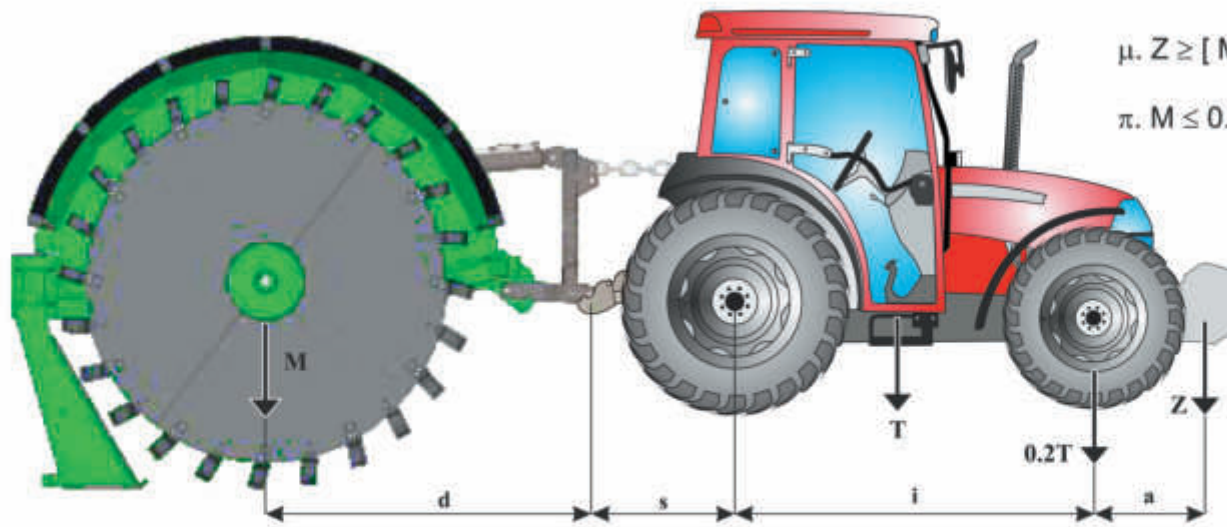

Fig.10
2. Mediante la formula μ di fig.10, calcolare la zavorra che potrebbe essere necessario applicare per garantire la stabilità del complesso trattore - SV -. Qualora l'attrezzatura venga montata su trattori agricoli omologati prima del 6 Maggio 1997, occorre che sia verificata anche la relazione in π di fig.10.
2. Using the μ formula in fig.10 calculate the that may be necessary to guarantee stability of the - SV - tractor unit. When mounting the equipment on tractors that were approved before the 6th of May 1997, it is also necessary to verify the relation in π in fig.10.
2. Mit der Formel μ der Abb. 10 kann der Ballast berechnet werden, der nötig sein könnte, um die Stabilität der Traktor - SV - Einheit zu garantieren. Sollte das Gerät an landwirtschaftliche Traktoren montiert werden, die vor dem 6. Mai 1997 zugelassen wurden, müssen auch die Angaben in Abb. 10 überprüft werden.